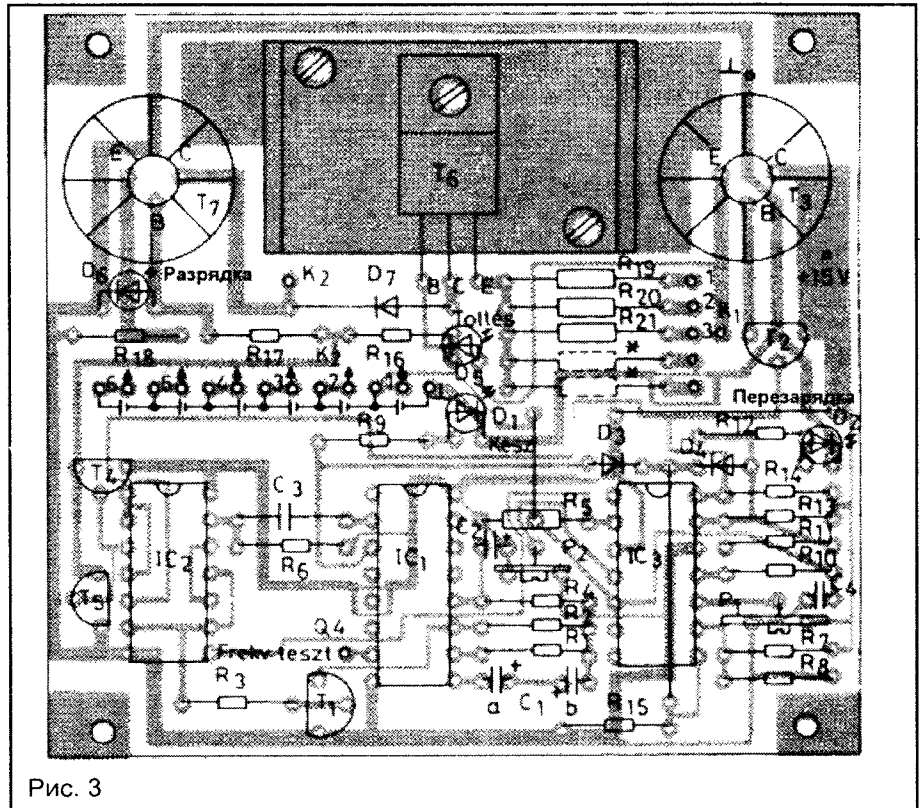

Рис. 3
**Конструкция и монтаж.** Печатная плата приведена на рис.2, схема размещения деталей — на рис.3. Компаратор LM339 обязательно должен иметь маркировку N (AN не годится!).